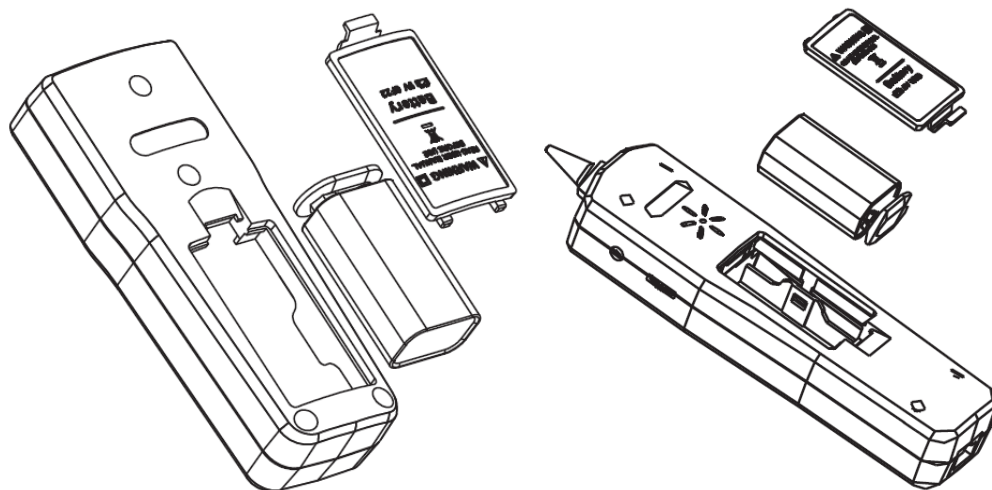

Рис. 4
1. Замена источников питания (рис. 4)